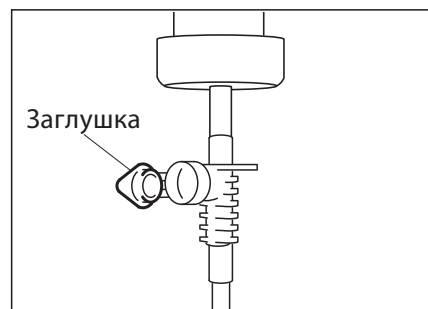

Рис. 10
- 3) Откройте заглушку на шланге для поступления воздуха в емкость. (Рис. 10)